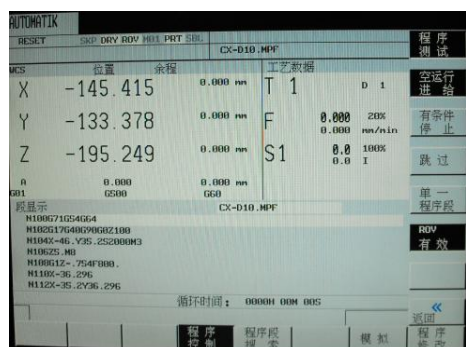

图 2-54 程序测试
- 2) 按下屏幕下方软键“程序控制”，分别按下屏幕右侧软键“程序测试”“空运行进给”，屏幕上方的 PRT、DRY 变亮，如图 2-54 所示。